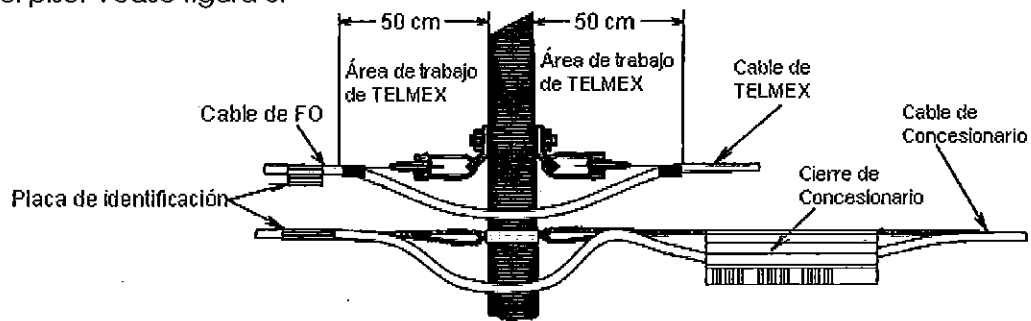

Figura 3. Cables de TELNOR y Concesionario solicitante en postes de TELNOR.
- Los cables de los concesionarios solicitantes deberán estar plenamente identificados con etiquetas y/o placas. La identificación de los cables, debe ser tal que sea observable desde el nivel del piso. Véase figura 3.